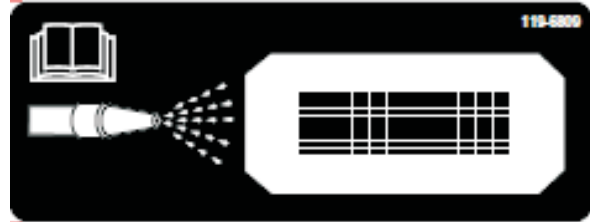
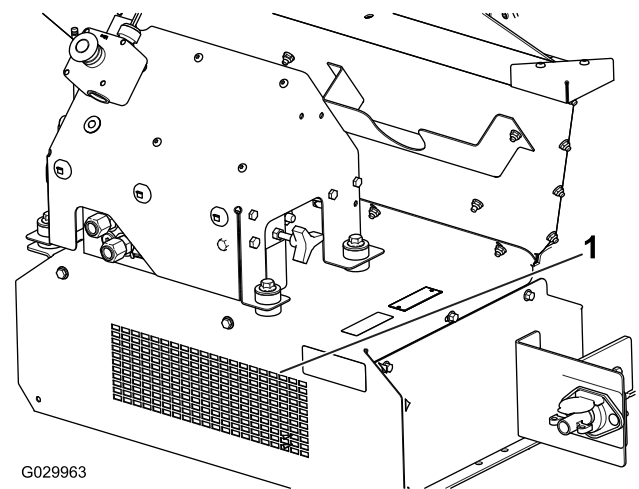

图57
图58
10. 找到机器前面的清洗口标贴图57使用浇水软管喷淋前后保护网直到底盘上的物料被完全清除图58。